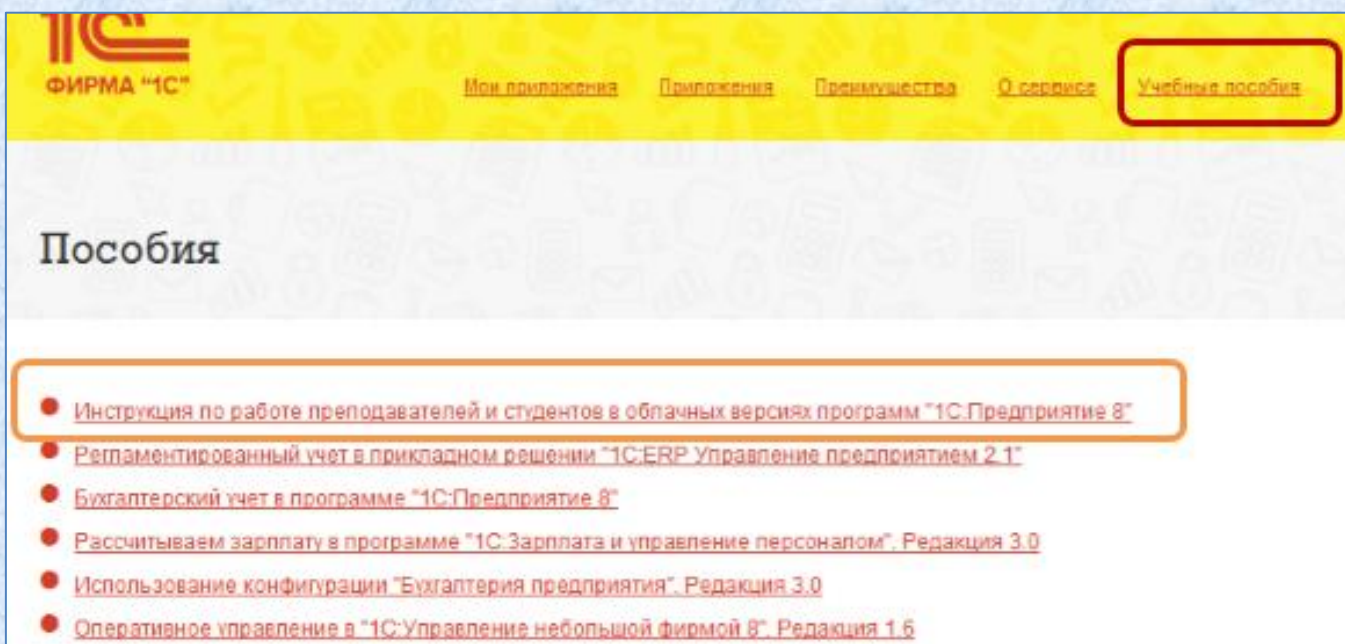

Рисунок 3- Ссылки на инструкцию
3. После успешной авторизации в разделе **Учебные пособия** перейдите в раздел **Инструкции по работе преподавателей и студентов в сервисе** (рисунок 3)